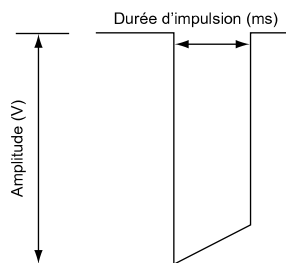

Figure 2–6. Forme d'onde de l'impulsion
- L'énergie délivrée au cœur est directement proportionnelle à la Durée impulsion ; un doublement de la Durée impulsion a donc pour effet de doubler l'énergie délivrée. Autrement dit, la programmation d'une Durée impulsion plus courte tout en conservant une marge de sécurité adéquate peut augmenter la longévité de la batterie. Afin d'éviter une perte de capture, ne programmer toutefois qu'avec précaution une Durée impulsion permanente inférieure à 0,3 ms (Figure 2–6 Forme d'onde de l'impulsion en page 2-13).
L'amplitude d'impulsion, ou tension de l'impulsion de sortie, est mesurée au front de montée de l'impulsion de sortie (Figure 2–6 Forme d'onde de l'impulsion en page 2-13).